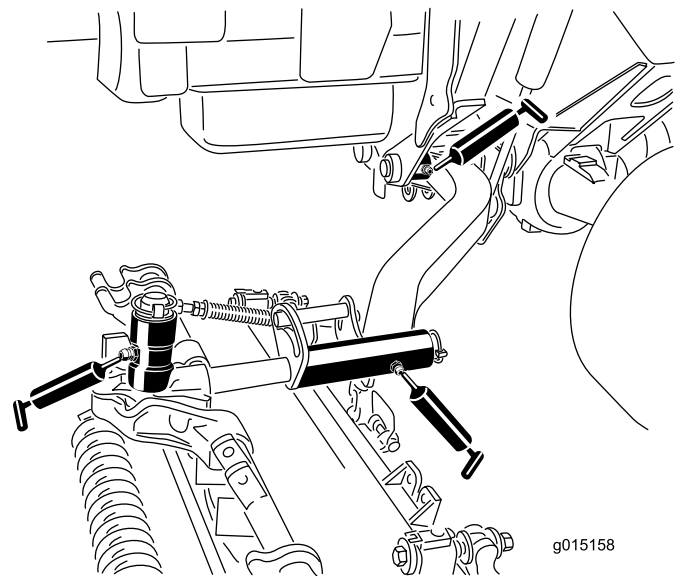

Figura 51
- Boccole girevoli (1 per piatto di taglio) del braccio di sollevamento (Figura 51).
- Telaio portante dell'apparato di taglio (2 per apparato) (Figura 51)
- Perno del braccio dell'apparato di taglio (1 per apparato) (Figura 51)